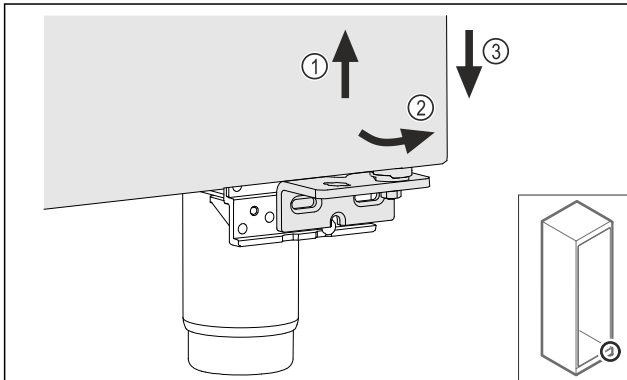

Fig. 26
- ▶ Deur iets optillen Fig. 26 (1), onderzijde naar voren kantelen Fig. 26 (2) en laten zakken Fig. 26 (3).